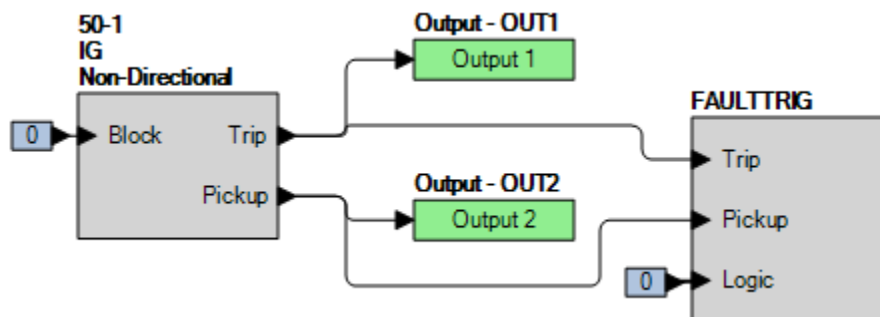

Figure 72-4. Paramètres BESTlogic*Plus* (mode IG)
Étape 2 : Utilisez BESTCOMS*Plus* pour configurer la Logique programmable BESTlogic*Plus* illustrée dans la Figure 72-4.
Étape 4 : Préparez la surveillance de l'exécution de la fonction 50-1. Cette exécution peut être vérifiée en surveillant la sortie OUT2 (voir Figure 72-4).
Étape 5 : Connectez une source de courant aux bornes D7 et D8 (IG).